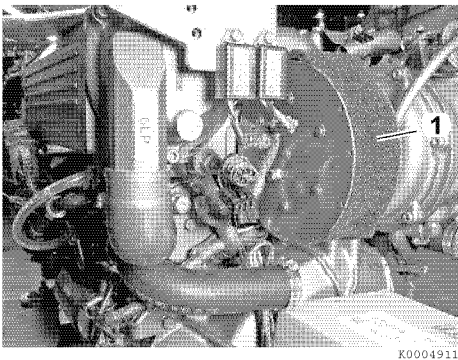

Figura 14
1. Retire el filtro de aire deslizándolo (1, **Figura 14**) de la entrada de aire.